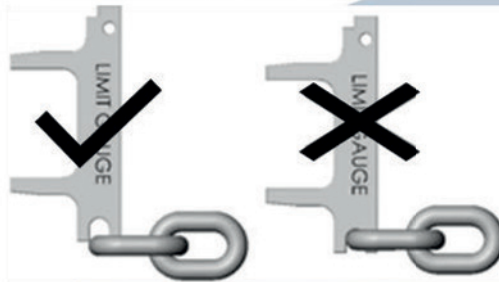

FIGURA 14 - MEDIÇÃO DA CORRENTE
2. Meça o passo e o diâmetro da corrente conforme Figura 14